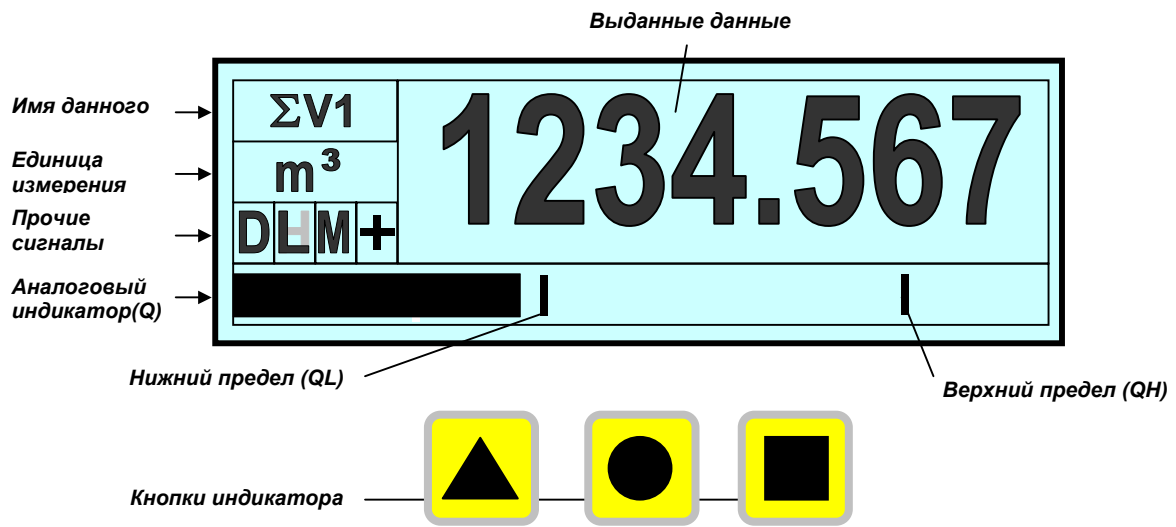

Рис. 1 Кнопки управления, индикатор
Построение индикатора TQI-021/2 показано на рис. 1. Индикатор функционально делится на 3 части:
- в левом краю "Прочие сигналы" (рис. 1), появится обозначающая процесс дозирования мигающая буква **D**,